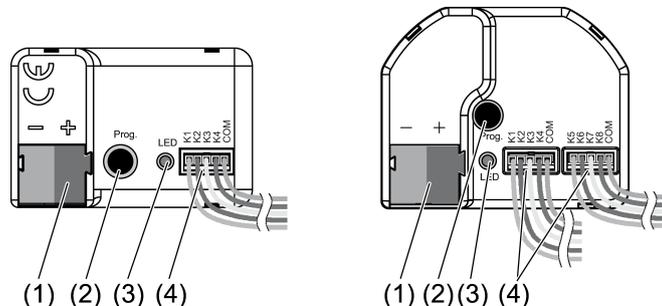

Bild 1: Geräteaufbau
- Busleitung mit Anschlussklemme polungsrichtig anschließen (rot = +, schwarz = -) (siehe Bild 1).